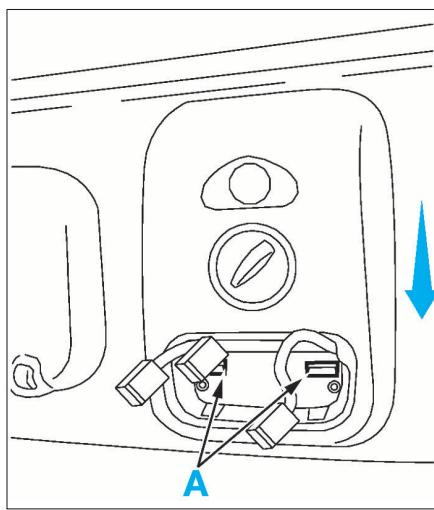

FIG. 57
- Découpler la console de pavillon en (A), puis la tirer vers l'avant (Fig.57).
- la console de pavillon (Fig.57)